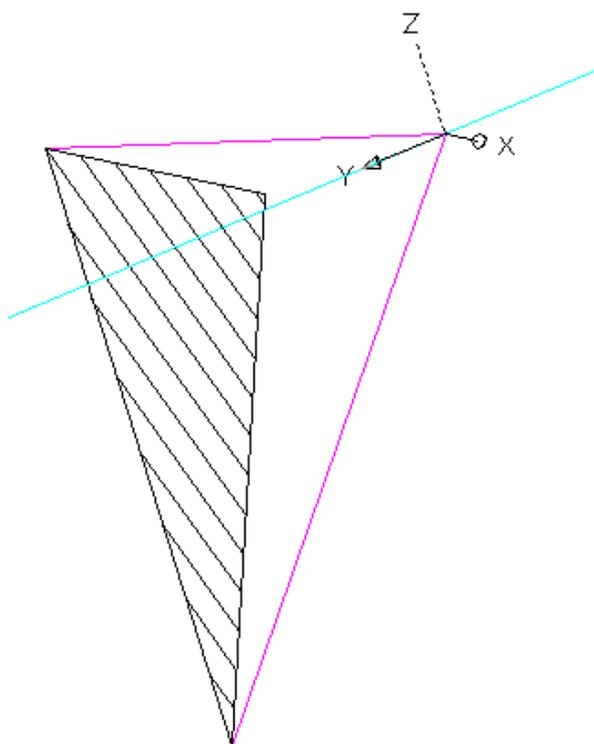

Рис.9.3
- Ver – **D** - «Enter». В итоге получим рис. 9.3: